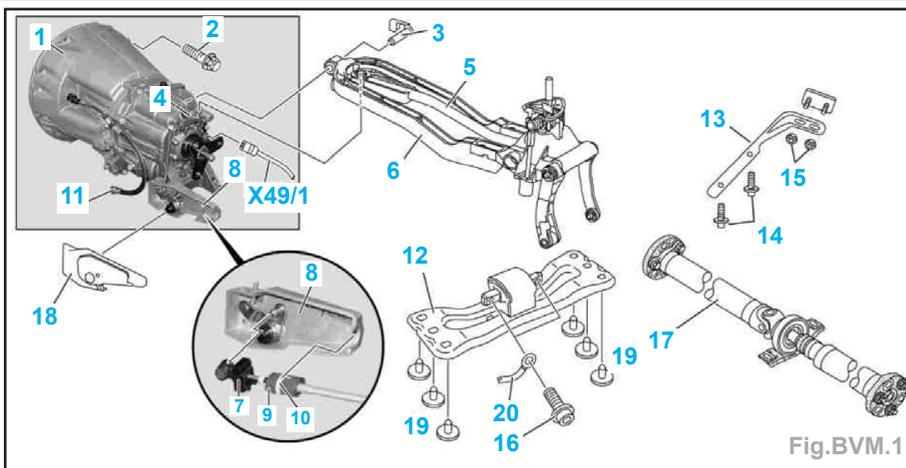

Fig.BVM.1
- Déposer le support d'échappement (13). A cet effet, dévisser les vis (14) sur la boîte de vitesses et les écrous (15) sur l'échappement (Fig.BVM.1).
- Démontez l'arbre de transmission avant (17) sur la boîte de vitesses (1).